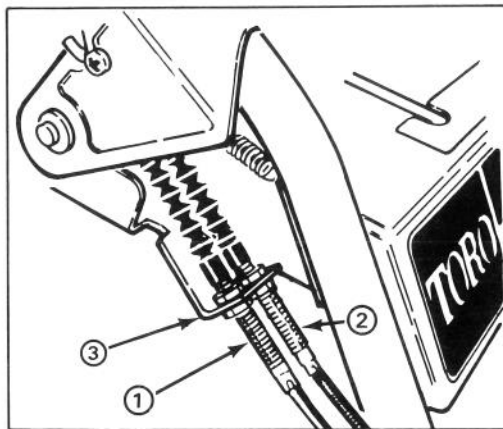

Abbildung 22
3. Die obere, das Räumwerk-/Gebläse-Kabel an die Befestigungsschelle festhaltende Gegenmutter lösen (Abb. 22).
EINSTELLEN DES FAHRANTRIEBSRIEMENS (Abb. 22)
8. Die das Kabel an die Schelle befestigenden Gegenmuttern an dem auszuwechselnden Riemen entsprechenden Steuerkabel lösen (Abb. 22). Beim Auswechseln des (der) Riemen(s) muß das Kabel zum Gleiten in der Schelle frei sein.